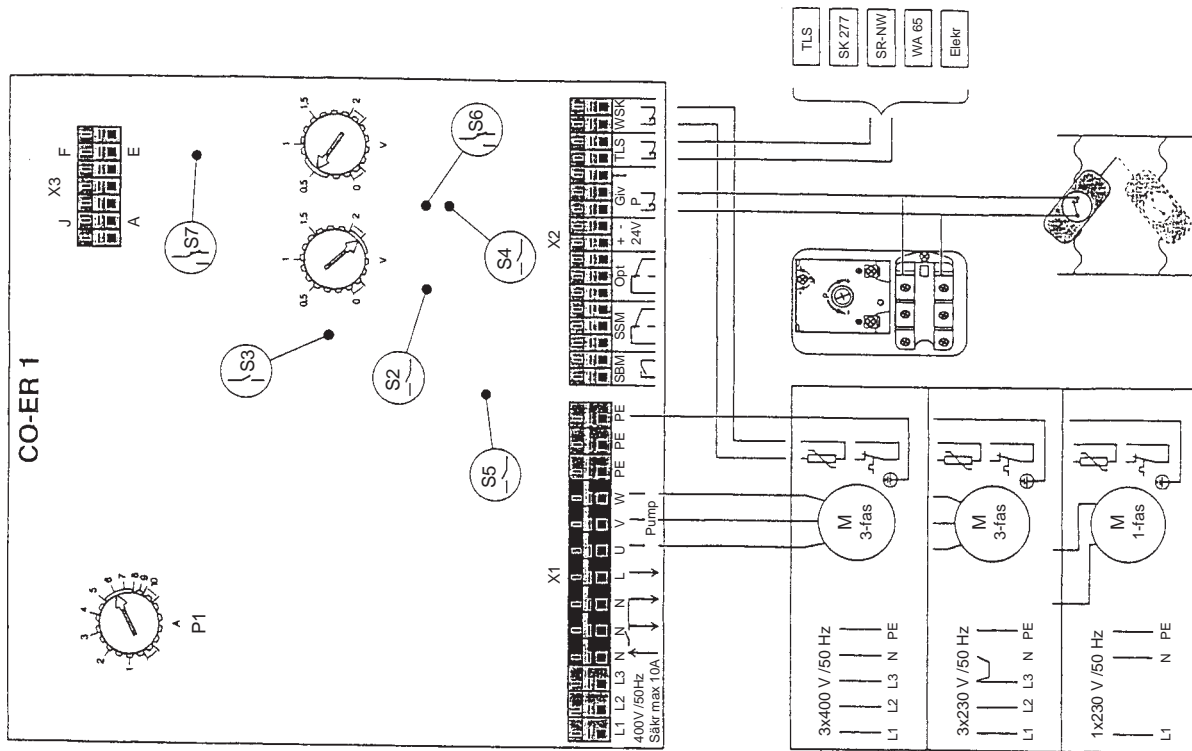

Bild 2
### **5.2 Elektrisk anslutning (bild 2)**
**Tabell 1: Funktioner på brytare och potentiometer (bild 2)**